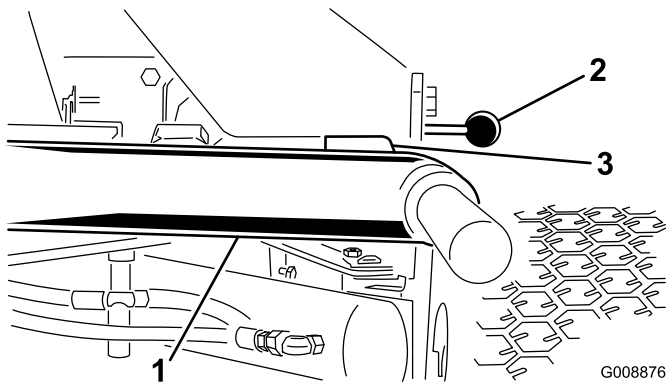

Figure 25
1. Mettez le moteur en marche, élevez les bras de relevage et vérifiez qu'un espace de 5 à 8 mm sépare chaque bras de relevage du support du panneau de plancher (Figure 25).